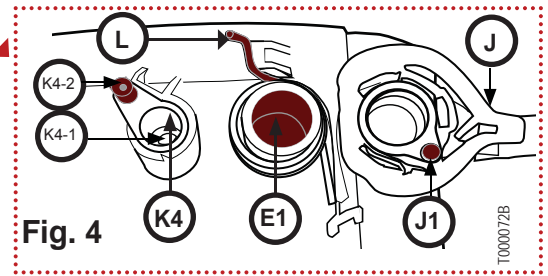

Fig. 4
3. Remove (old) **K4-1** and (old) **K4**; discard. Refer to Fig. 4.
3. Enlever (les anciennes pièces) **K4-1** et **K4**; les jeter. Se reporter à la Fig. 4.